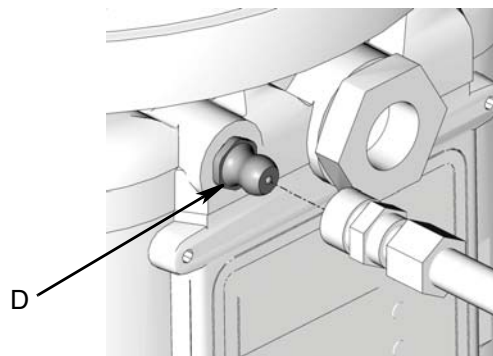

ABB. 21
- Säubern Sie vor Befüllung des Schmiermittelbehälters Verschraubung (D) (ABB. 21) immer erst mit einem trockenen Tuch. Schmutz und/oder Schmutzteilchen können die Schmiermittelpumpe und/oder das Schmiersystem beschädigen.